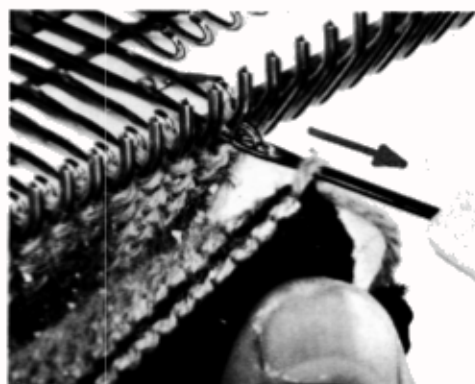

Fig. 61
2°/Faire un montage à mailles ouvertes (voir pages 17 et 18) avec une laine perdue (P) (en foncé sur la fig. 61), c'est-à-dire n'importe quelle laine fine d'une couleur différente de celle (T) (en clair sur la fig. 61) du tricot. Poser le cordonnet.
- Introduire le poinçon dans la 1° maille de droite du 1° rang tricoté en laine (T).
- Accrocher le chas du poinçon dans le crochet de la 2° aiguille de droite (fig. 61).